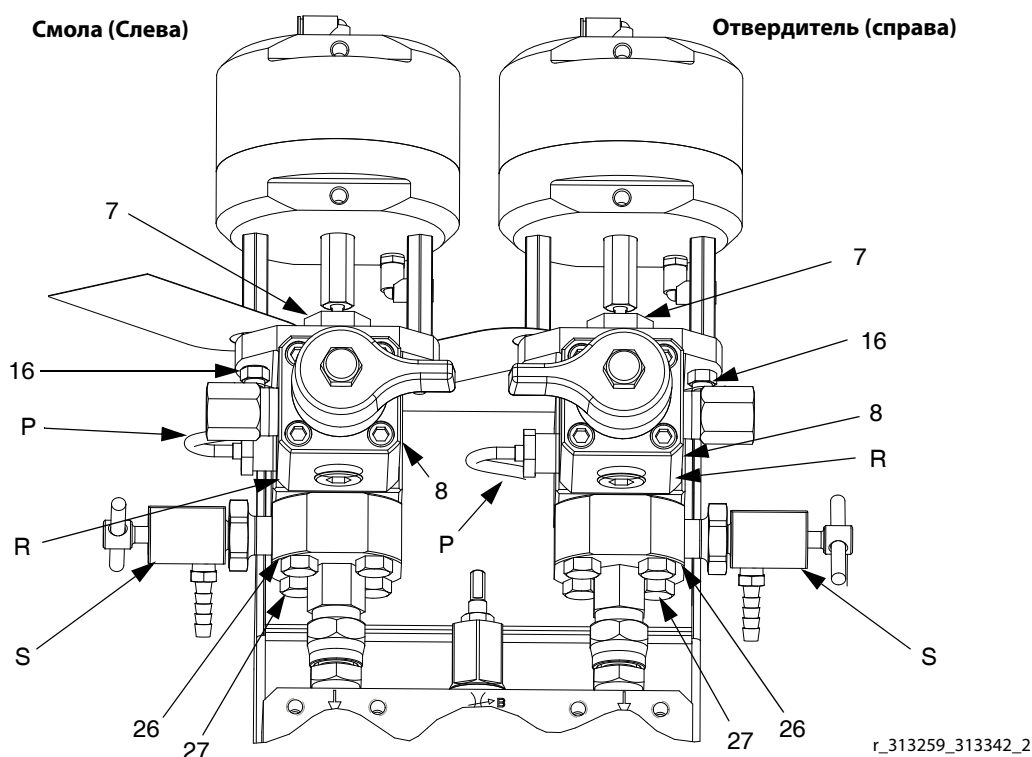

Рис.1: Ориентация дозирующего клапана 255478 отвердителя и смолы
2. *Дозировочный клапан смолы (слева):* Выкрутите винты (27) и поверните корпус седла (26) на 90° так, чтобы боковые отверстия были направлены на пробоотборный клапан (S) и на заднюю часть датчика температуры (не показан). См. РИС.1.
3. *Дозировочный клапан отвердителя (справа):* Если необходимо, выкрутите винты (27) и поверните корпус седла (26) на 90° так, чтобы боковые отверстия были